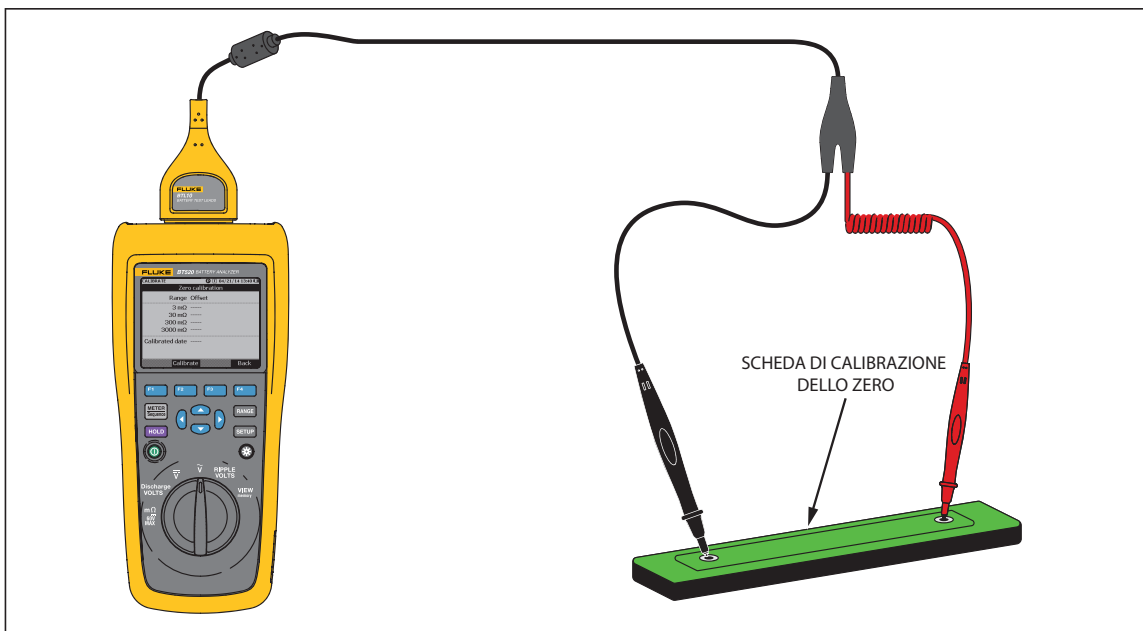

Figura 4-4. Configurazione della calibrazione dello zero
1. Posizionare la scheda di calibrazione dello zero su una superficie piana orizzontale. Vedere la Figura 4-4.